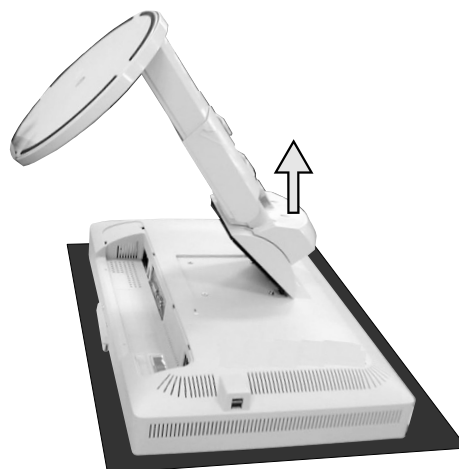

Рисунок S.4
5. Снимите подставку (**Рисунок S.4**).